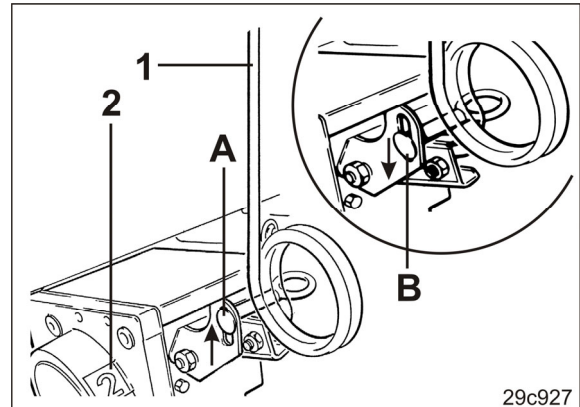

Fig. 208
2. Trekk i betjeningsarmen (Fig. 208/1) til koblingsboksen hvis tallet (Fig. 208/2) i vinduet på koblingsboksen står på "0". Kjøresportelleren skal ikke vise "0".
3. Løsne klemskruen (Fig. 208/A), skyv den ned i langhullet og trekk den godt til (se Fig. 208/B).
Kjøresportelleren (Fig. 208/2) skal ikke vise "0". Ellers vil det hele tiden opprettes kjørespor.